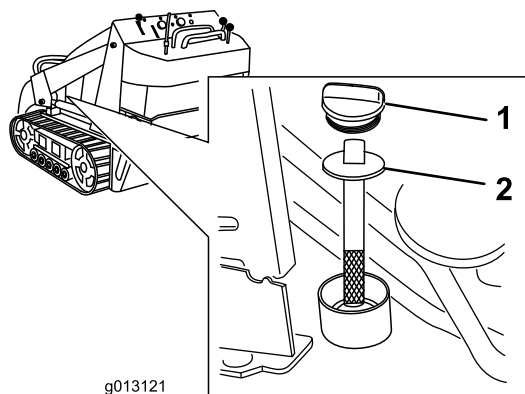

Figura 60
5. Limpie la zona alrededor del cuello de llenado del depósito de aceite hidráulico (Figura 60).
6. Retire el tapón del cuello de llenado y compruebe el nivel de fluido en la varilla (Figura 60).